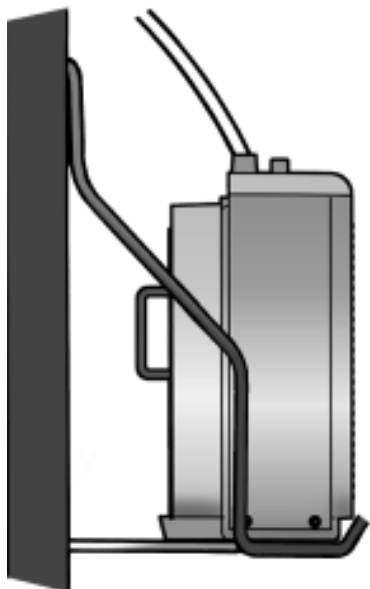

Fig. 6
- Inserire sul telaio l'unità esterna (Fig. 6)
- Fix the outdoor unit to the frame (Fig. 6).
- Introduzcan en el bastidor la unidad externa (Fig. 6)
- Plaats de buitenunit op het frame (fig. 6).